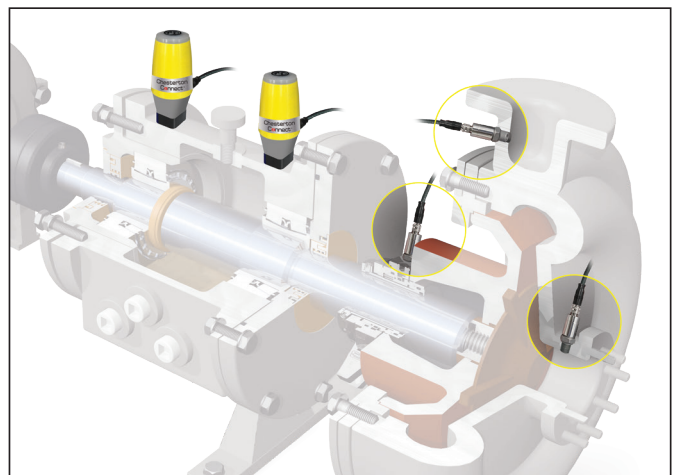

Figura 4
3. La base de la unidad es magnética. Instale la unidad en la superficie donde se medirán la vibración y la temperatura de la superficie*** (consulte la Figura 4 para conocer la ubicación preferida del sensor en las bombas). Tenga cuidado de seleccionar una ubicación estacionaria segura para montar la unidad. Asegúrese de que las temperaturas operativas no excedan la temperatura nominal del cuerpo de 85 °C (185 °F).